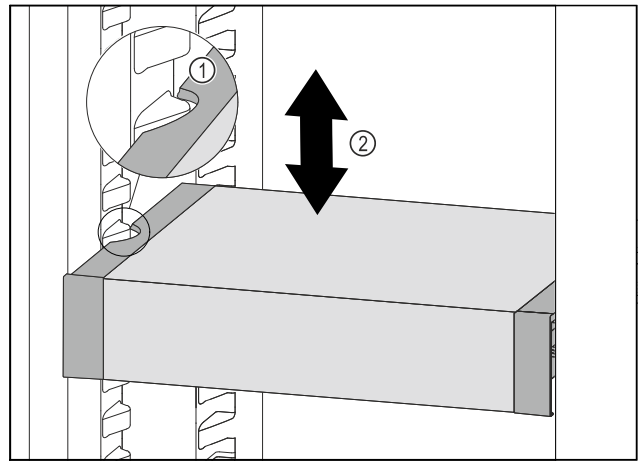

Fig. 45
- VarioSafe nach vorne ziehen, bis sich die seitlichen Aussparungen des VarioSafes auf Höhe der Behälterrippe im Kühlteil befinden. Fig. 45 (1)
- VarioSafe im Kühlteil nach oben oder unten bewegen, bis gewünschte Höhe erreicht ist. Fig. 45 (2)